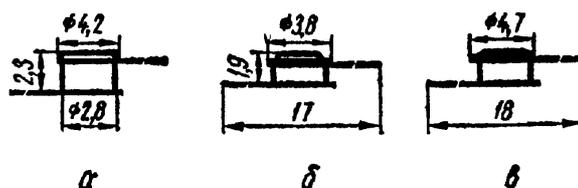

Рис. 269. Внешний вид и основные размеры туннельных и обращенных диодов
**АИ101 (А, Б, В, Д, Е, И).** Туннельные усилительные диоды (рис. 269, а). Диапазон рабочих температур от  $-60$  до  $+85^\circ\text{C}$ .
**АИ201 (А, В, Г, Е, Ж, И, К, Л).** Туннельные генераторные диоды (рис. 269, а). Диапазон рабочих температур от  $-60$  до  $+85^\circ\text{C}$ .
**АИ301 (А, Б, В, Г).** Туннельные переключающие диоды (см. рис. 269, а). Диапазон рабочих температур от  $-60$  до  $+70^{\circ}\text{C}$ .
**АИ402 (Б, Г, Е, И).** Обращенные диоды (см. рис. 269, а). Диапазон рабочих температур от  $-60$  до  $+85^{\circ}\text{C}$ .
**ГИ304 (А, Б), ГИ305 (А, Б), ГИ307А.** Туннельные переключающие диоды (см. рис. 269, б). Диапазон рабочих температур от  $-40$  до  $+60^{\circ}\text{C}$ .